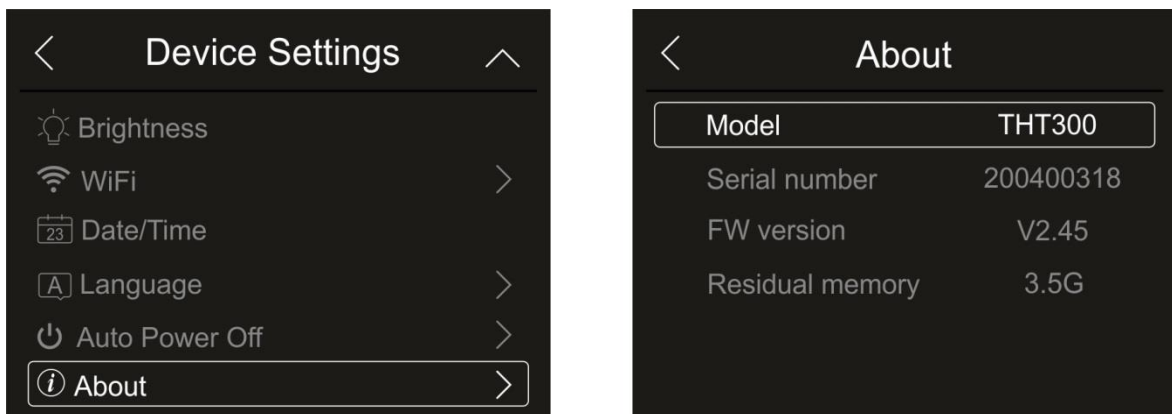

Fig. 19: Información en el instrumento
1. Toque el texto “About” para conocer la información en el instrumento relativa a: modelo, número de serie, versión interna del Firmware y memoria restante. Se muestra la pantalla de la Fig. 19 – parte derecha: